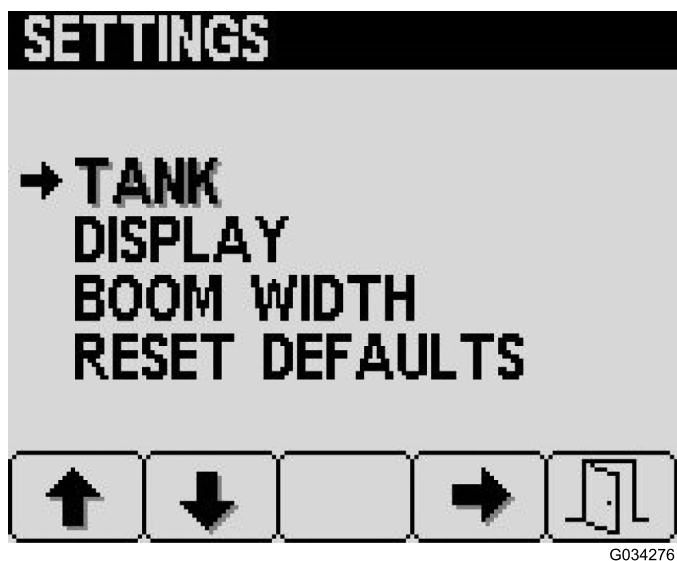

Figura 9
Per accedere alla schermata Impostazioni, premete il pulsante 2 sulla schermata del Menu principale (Figura 6) fino a raggiungere Impostazioni e premete il pulsante 4 per selezionare Impostazioni (Figura 9).
1. Premete il pulsante 4 sulla schermata Impostazioni per selezionare le Impostazioni serbatoio (Figura 9).
1. Premete il pulsante 2 sulla schermata Impostazioni fino a raggiungere Impostazioni display e poi premete il pulsante 4 per selezionare Display (Figura 9).
Le impostazioni della larghezza delle barre sono precompilate presso lo stabilimento di produzione (Figura 9).